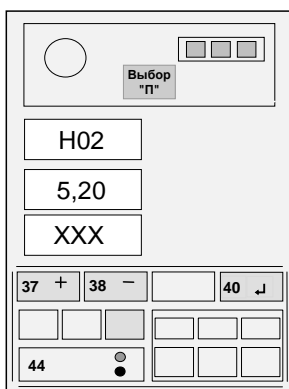

Рисунок 13
Нажимая кнопку **ВЫБОР П** (36), установить на верхнем ИЖЦ код "Н02" (Индикация вылета стрелы, - см. рисунок 13).